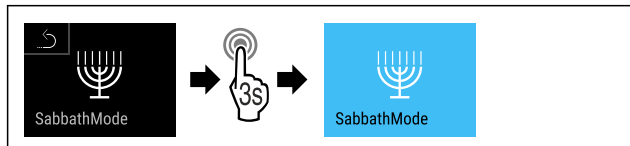

Fig. 12
- Genomför stegen (se Fig. 12).